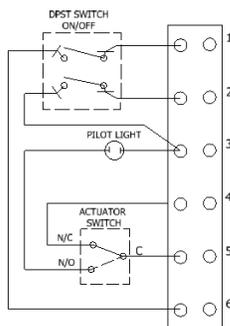

FIGURA 2
2. La Unidad de Control HS593 tiene que ser alambrada. Ver (Figura 2) para el diagrama de alambrado de fábrica.